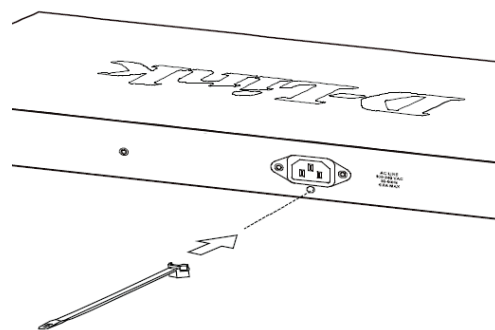

Рисунок 7
1. Установите стяжку замком вниз в отверстие, расположенное под разъемом питания, как показано на Рис. 7.